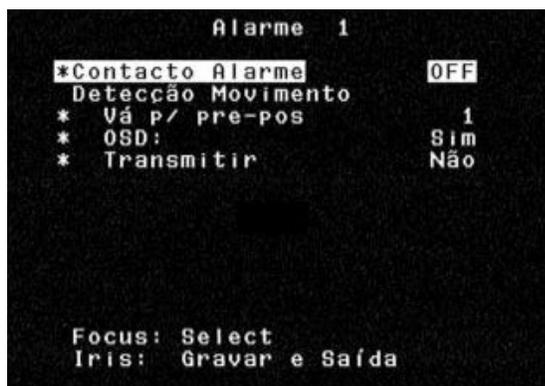

Figura 7A Menu de configuração de entradas
Existem quatro (4) Alarm Inputs [entradas de alarme] que podem ser activadas através do fecho da entrada de contacto seco. As condições de alarme têm de estar presentes durante mais de 200 milissegundos para serem reconhecidas como um alarme válido. Cada entrada de alarme pode ser individualmente programada relativamente ao tipo de acção que se pretende que ocorra quando um alarme é recebido (conforme ilustrado na FIGURA 7A). As opções disponíveis encontram-se listadas na FIGURA 12F na parte de trás do presente manual e são explicadas no Advanced Menu [Menu avançado] na SECÇÃO 12